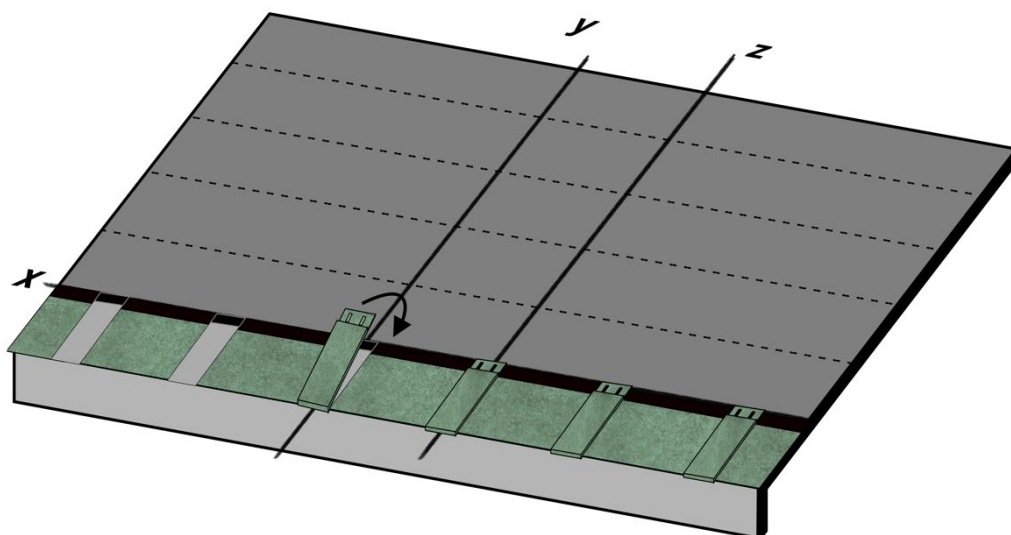

Fig. 21 - Installazione del Compact Clip
- Inserire i Compact Clips, allineando la tacca centrale del primo Compact Clip alla giunzione tra due tegole consecutive e il secondo Compact Clip al centro della tegola stessa. Il Compact Clip sarà fissato in posizione aderendo alla parte esposta del nastro butilico, Fig. 21.